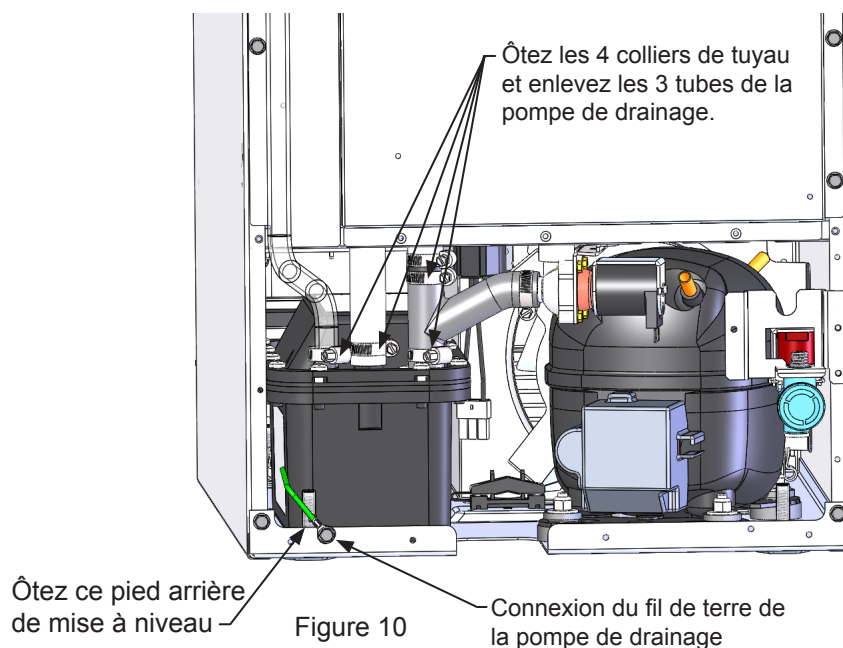

Figure 10
- 3) Ôtez les 4 colliers de tuyau de la pompe de drainage et enlevez les 3 tubes de la pompe de drainage (Voyez la Figure 10).
5) Libérez la connexion du fil de terre de la pompe de drainage (Voyez la Figure 10), et sortez la pompe de drainage de la machine à glaçons (Voyez la Figure 10).